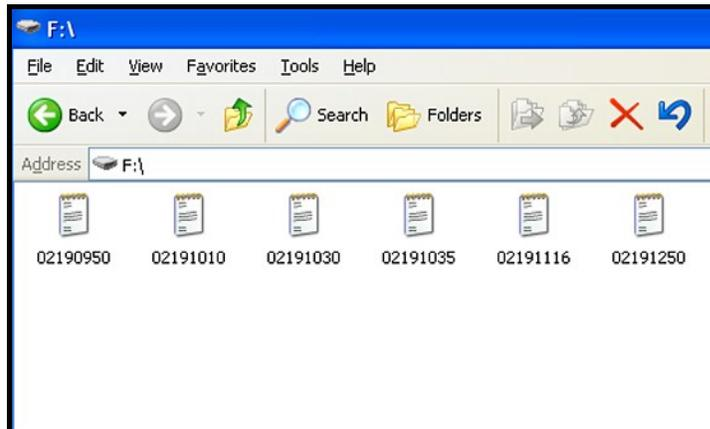

Figura 55: Lista de archivos de registro
2. Haga clic en el icono de Disco extraíble y se abre una ventana similar a la que aparece en la *Figura 55* a continuación. Los archivos de registro disponibles aparecen en la ventana.